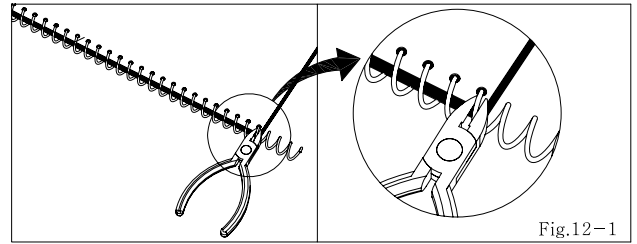

Fig.12-1
⑨ 코일링의 절단 및 실패
- 코일링을 제본용지에 결합을 한 후 코일링의 끝단을 코일링컷터(S6)를 사용하여 적절한 길이(5~10mm)로 절단한 후(Fig.12-1). 구부리면 됩니다(Fig.12-2).